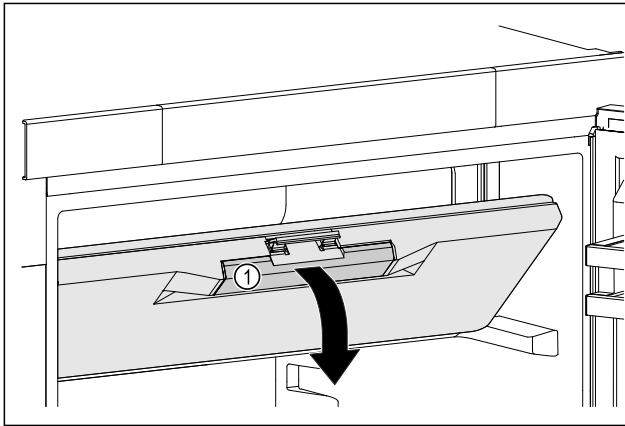

Fig. 45
- Saisir la porte du congélateur par la poignée encadrée Fig. 45 (1).